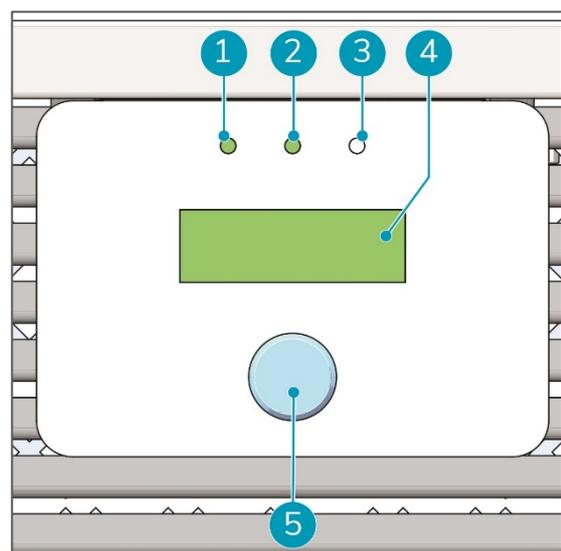

Figure 10
- voyants à LED (Figure 10, pos. 1, 2 et 3) ;
- un affichage (Figure 10, pos. 4) ;
- une molette de commande (Figure 10, pos. 5).
- Le voyant à LED vert gauche (Figure 10, pos. 1) du panneau de commande est allumé.
2. Appuyez sur la molette de commande (Figure 10, pos. 5) pour activer l'affichage.
- Le voyant à LED vert central (Figure 10, pos. 2) sur le panneau de commande est allumé, ce qui indique que l'i-air Pro est en mode de fonctionnement.
Lorsqu'une erreur se produit, l'i-air Pro déclenche une alarme et le voyant à LED rouge (Figure 10, pos. 3) sur le côté droit du panneau de commande s'allume. Reportez-vous à 6.4.7 Menu des états en page 25 pour obtenir plus d'informations sur l'erreur. Reportez-vous à Dépannage en page 32 pour trouver une solution. Veuillez contacter votre partenaire local de vente et d'assistance i-team lorsque vous ne pouvez pas résoudre le problème.